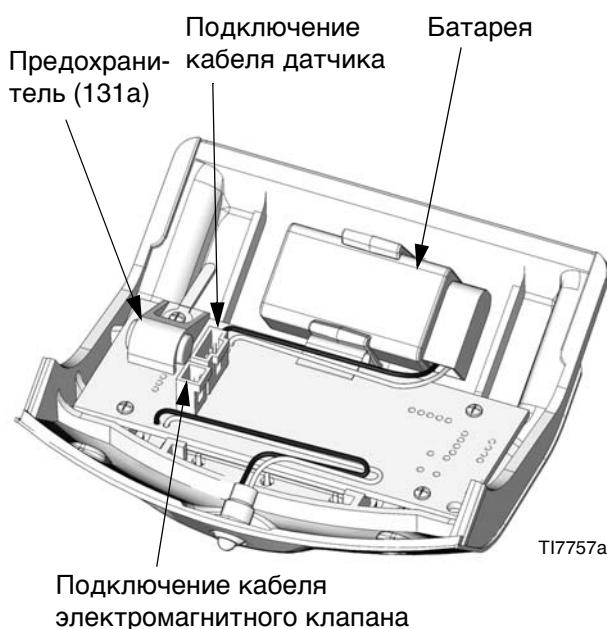

Рис. 5. Расположение батареи и предохранителя модуля DataTrak
2. Отсоедините кабели электромагнитного клапана разноса и датчика от платы модуля. См. Рис. 5.
3. Перенесите модуль DataTrak (131) в безопасное место.